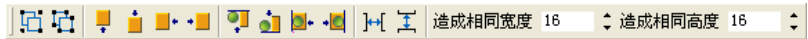

图 2-21 对象排列工具栏
- **对象排列工具栏**：提供对对象调整位置与排列的功能按钮。如图 2-21。用户可针对所选的对象或多个对象依照靠上、靠下、靠左、靠右等方向微动调整对象在画面的位置。另外选择多个对象后按下建立群组、或按下取消群组，群组内的对象可以同时复制或移动。选择多个对象后可对多个对象依照对齐最高、对齐最低、对齐最左、对齐最右等选项对齐，或按下H或I按钮使多个对象的水平与垂直间距一致。设定造成相同宽度与造成同高度内的数值可一次设定多个对象的大小。